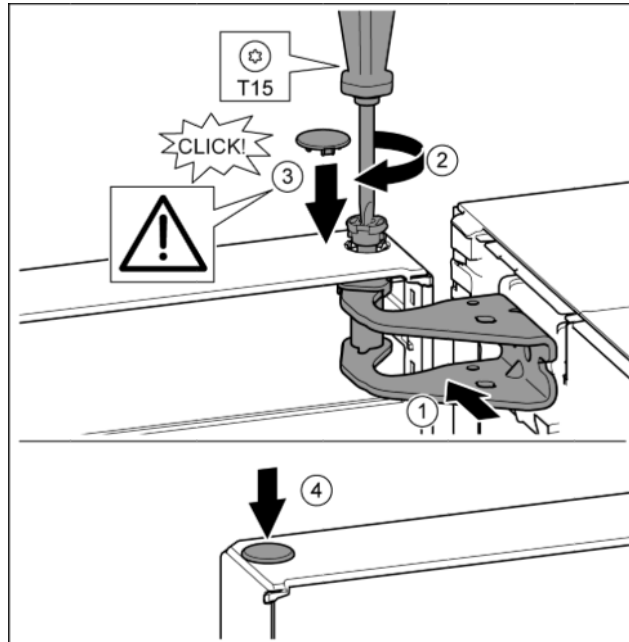

Fig. 20
- ▶ Дверь вверх выровнять по отверстию в опорном кронштейне. Fig. 20 (1)
- ▶ Вставить палец и затянуть отверткой T15. Fig. 20 (2)
- ▶ Установить предохранительную крышку для защиты двери: вставить предохранительную крышку и проверить, прилегает ли она к двери. В ином случае вставить палец полностью. Fig. 20 (3)
- ▶ Вставить заглушку. Fig. 20 (4)